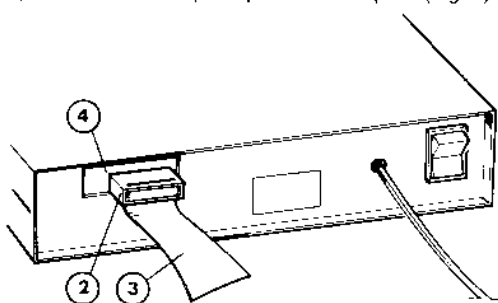

Fig. 3
- Brancher le connecteur femelle (2) du câble (3) du contrôleur livré avec l'ensemble de base au connecteur (4) du lecteur en respectant le sens imposé par le détrompeur (Fig. 3).